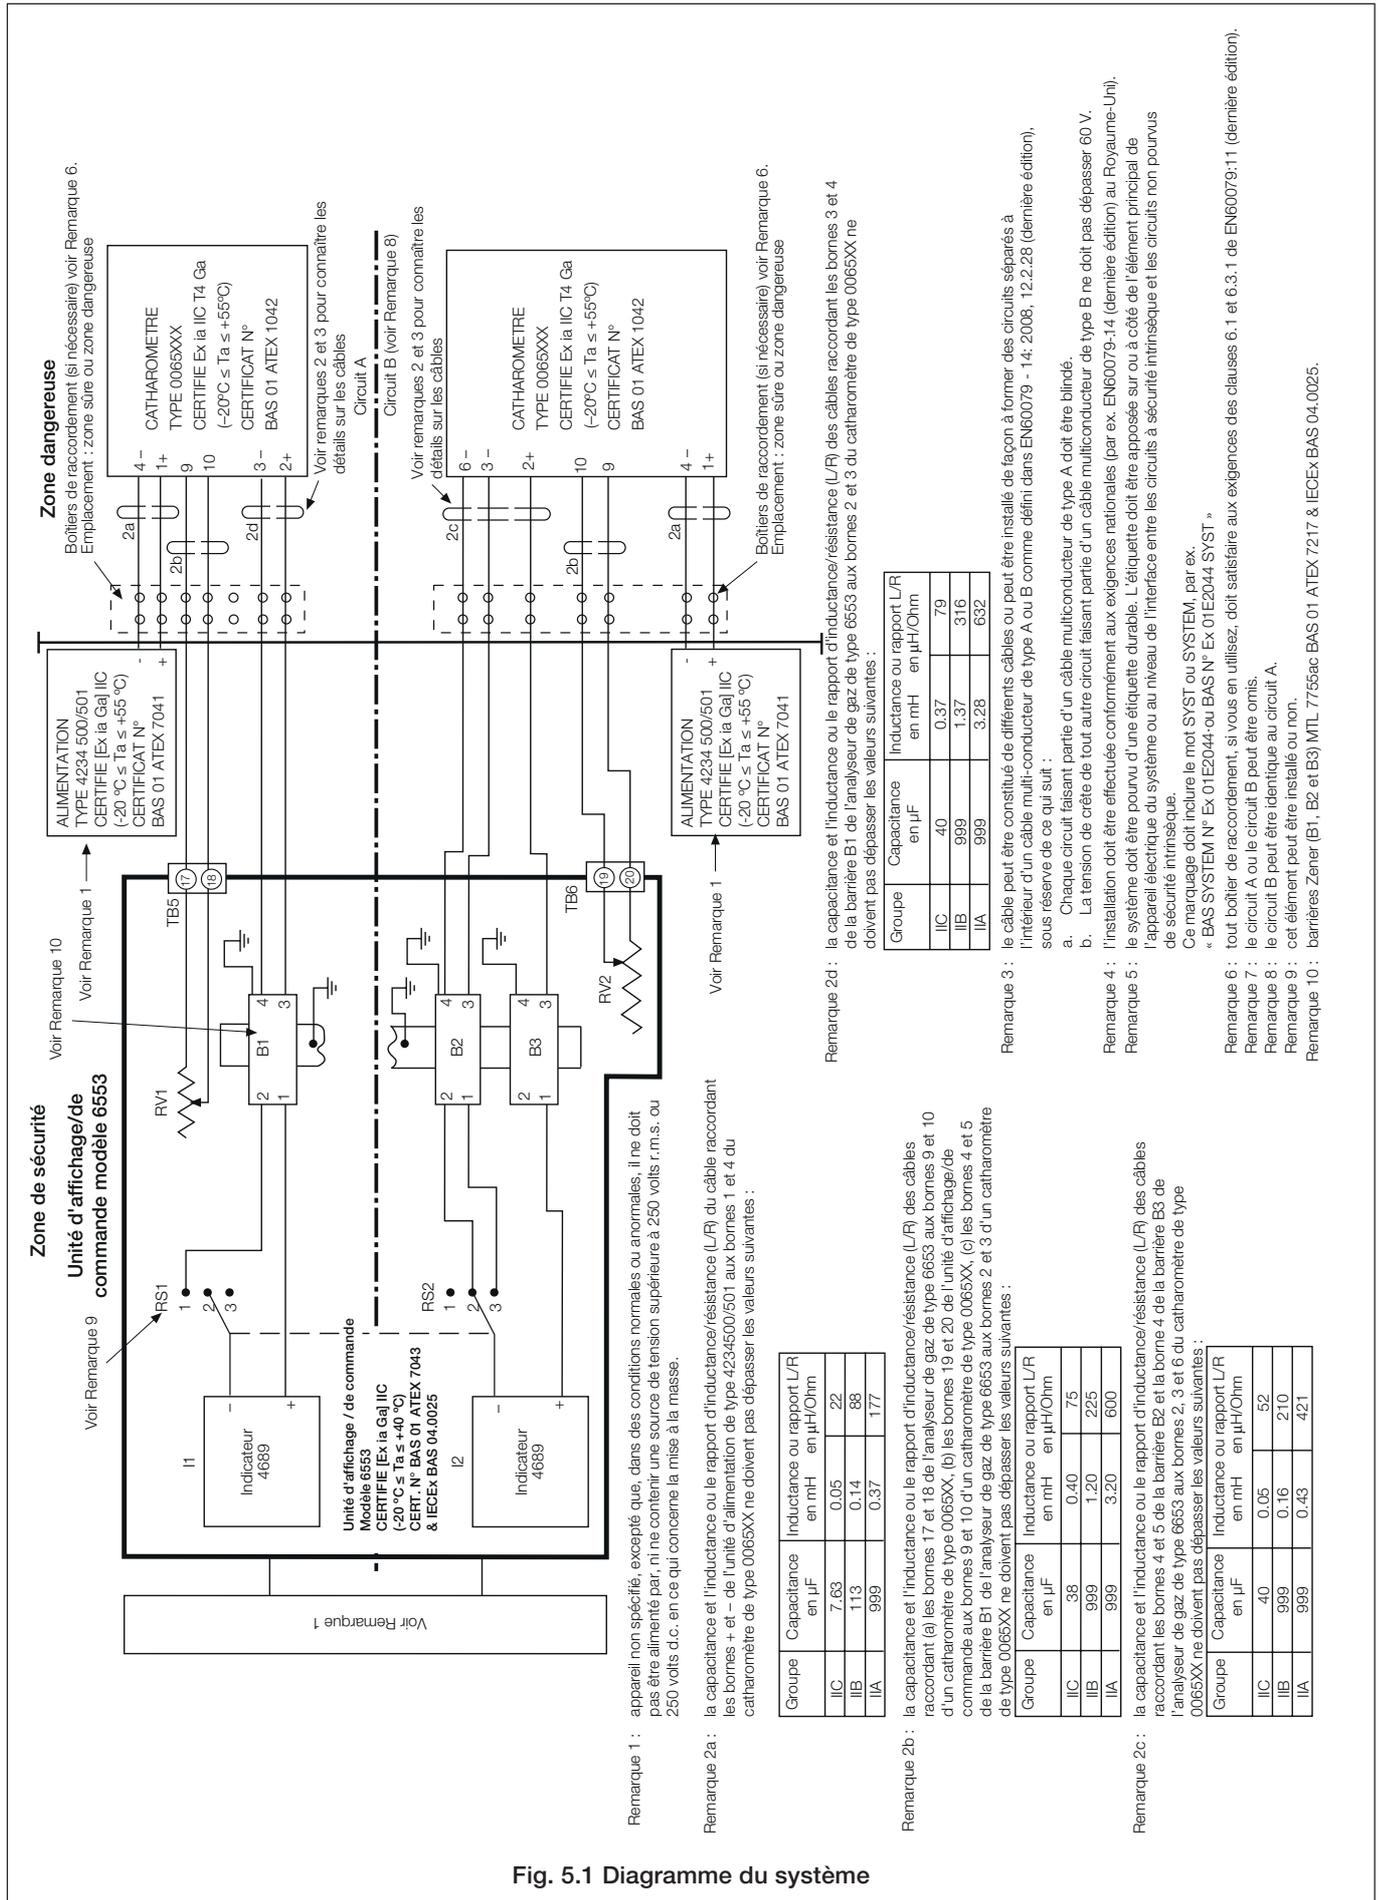

Fig. 5.1 Diagramme du système
5.1 Interconnexions électriques – Fig. 5.1
La Fig. 5.1 présente les exigences d'interconnexion de l'analyseur de gaz AK100, qu'il faut absolument respecter. Les exigences de câblage à suivre absolument sont également indiquées - voir Section 5.2.1.
Effectuez les connexions électriques conformément aux diagrammes de connexion des Fig. 5.1 et 5.3 et aux détails sur les câbles de la section 5.2.1.
Les câbles d'interconnexion entre les différentes unités du système d'analyse de gaz sont soumis à de strictes limitations en raison des exigences de la certification en matière de sécurité intrinsèque. Celles-ci sont énumérées ci-après et illustrées en détail à la Fig. 5.1.
Tous les câbles partant du catharomètre dans la zone dangereuse doivent présenter un rapport inductance/résistance ne dépassant pas $22 \mu\text{H}/\Omega$ (pour les gaz du groupe IIC). Reportez-vous également à la Figure 5.1 Remarque 2a. La résistance de boucle maximale de ce câble d'interconnexion ne doit en outre pas dépasser $1,5 \Omega$; Cela peut imposer une limite à la longueur du trajet total du câble. Ces câbles sont désignés par le symbole ▲ sur la Fig. 5.3.
Les câbles reliant le catharomètre à l'unité d'affichage, transportant les signaux de sortie à travers les barrières Zener dans l'analyseur, sont soumis à un rapport d'inductance/résistance maximal de $79 \mu\text{H}/\Omega$ (pour les gaz de groupe IIC). Reportez-vous également à la Figure 5.1 Remarque 2d. Ces câbles sont désignés par le symbole ▲ sur la Fig. 5.3.
Les câbles TB5 et TB6 des catharomètres 9 et 10 aux bornes de l'unité d'affichage 6553 font l'objet d'un rapport d'inductance/résistance maximal de $75 \mu\text{H}/\Omega$. Reportez-vous également à la Figure 5.1 Remarque 2b. Ces câbles sont désignés par le symbole ▲ sur la Fig. 5.3.
Le choix des câbles est réduit par les limitations imposées par les paramètres de certification. Il faut veiller à ce que la spécification du câble utilisé obligatoirement pour les longueurs des interconnexions permette de ne pas dépasser les limites des paramètres de certification - voir Fig. 5.1 Remarque 2a, b, c et d, et Remarques 3 et 4.
- 1) La capacitance totale et l'inductance ou le rapport d'inductance/résistance (L/R) total des câbles raccordant l'unité catharométrique aux bornes (TB2) de zone dangereuse de l'unité d'affichage et aux bornes de l'unité d'alimentation électrique (TB1) ne doivent pas dépasser les valeurs indiquées à la Fig. 5.1.